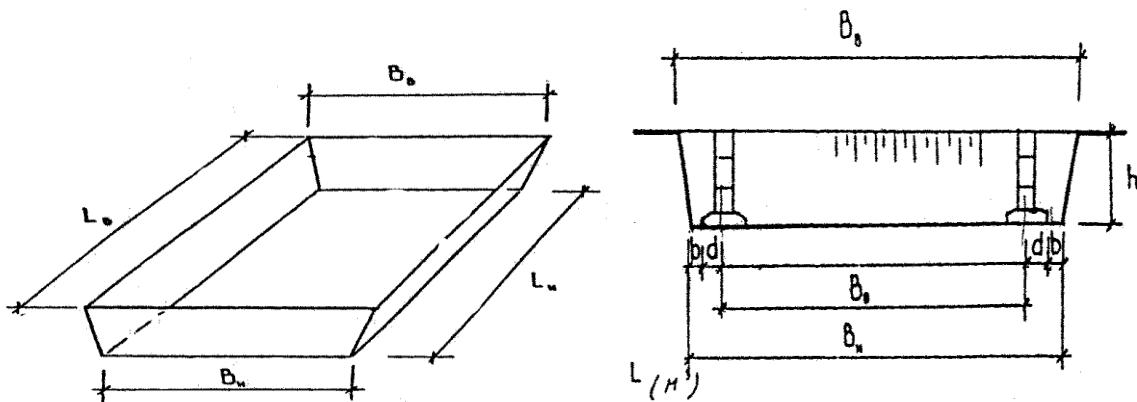

Рис. 2 Схема котлована
1. Определение ширины  $B_h$ , м и длины  $L_h$ , м котлована по дну (см. рис.2 Схема котлована) по формулам: